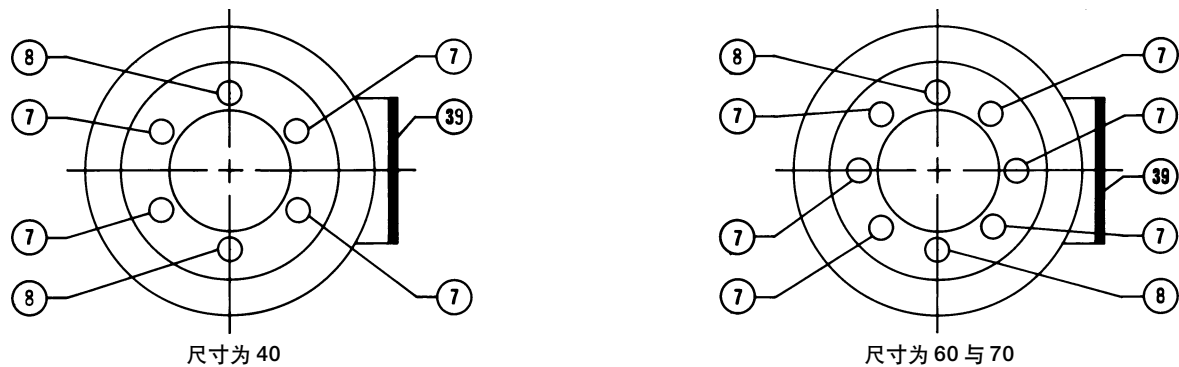

图5. 行程止动器的方位
- 一定要确保行程止动器 (件 8) 位于如图 5 所示的位置。
9. 一定要确保行程止动器 (件 8) 位于如图 5 所示的位置。